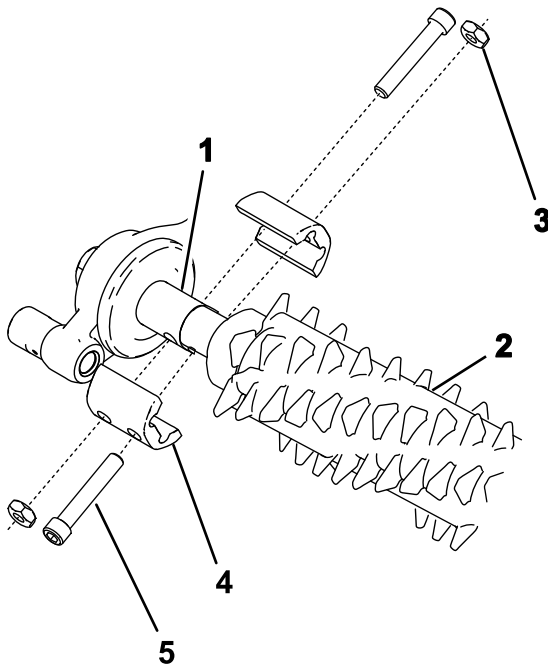

图23
- 将疏草刀与疏草刀驱动箱和怠轮总成对齐图23。
- 如图23所示将疏草刀固定到机器并上紧螺栓。